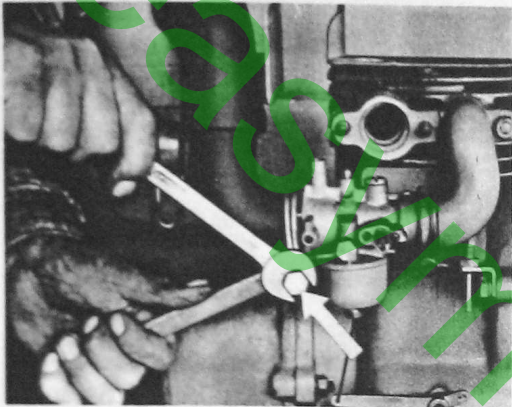

Fig. 5
1. Zugfeder (Fig.5) rechts aushängen.
2. Sechskantschraube (Fig.5, Mitte oben) lösen.
3. Kupplungshebel (Fig.5, Mitte unten) von der Ausrückwelle ziehen.
1. Lift traction spring (Fig.5, R.H.).
2. Release hexagonal screw (Fig.5, middle above).
3. Draw coupling lever (Fig.5, middle below) from disengaging shaft.
1. Sechskantschraube M 8 x 60 (Fig. 5) an der Rohrschelle lösen.